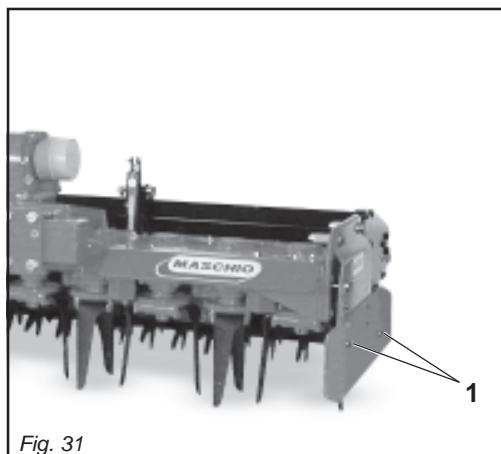

Fig. 31
Per effettuare lo spostamento nella nuova posizione è sufficiente svitare le viti di fissaggio, spostare la parte mobile nella posizione richiesta e rifissare le viti (1 Fig. 31).
Die Maschine kann mit selbsteinstellenden und vertikal schwingenden seitlichen Schutzvorrichtungen, festen, und stoßgedämpften Schutzvorrichtungen derselben ausgerüstet werden, deren unteres Ende je nach Klingenschlüssel in der Höhe einstellbar ist. Um die Verschiebung in die neue Position vorzunehmen, reicht es aus, die Befestigungsschrauben loszudrehen, den beweglichen Teil in die gewünschte Position zu bringen und die Schrauben (1 Abb. 31) wieder anzuziehen.
*Pour effectuer le déplacement dans la nouvelle position il suffit de dévisser les vis de fixation, déplacer la partie mobile dans la position désirée et remonter les vis (1 Fig. 31).*
La máquina puede equiparse con protecciones laterales oscilantes verticalmente y autoregulables, con protecciones fijas, y amortiguadas con la extremidad inferior de la protección regulable en altura, en relación con el desgaste de las cuchillas. Para cambiar de posición las protecciones, basta desenroscar los tornillos de fijación, ubicar la parte móvil en la posición requerida y volver a ajustar los tornillos (1 Fig. 31).